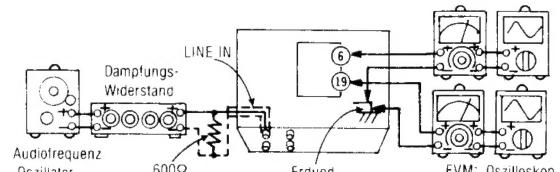

Abb. 9
- Der Testaufbau ist in Abb. 9 gezeigt.
- Mit dem Dämpfungswiderstand so justieren, daß die Ausgangsleistung zwischen Anschluß ⑥ (linker Kanal) (Anschluß ⑯ (rechter Kanal)) des IC403 und Masse 12,3mV beträgt.
- Den Rauschunterdrückungs-Schalter (NR) einschalten und prüfen, ob der Pegel wie vorgeschrieben gegenüber dem Pegel im rauschunterdrückungsfreien Zustand verändert wird.